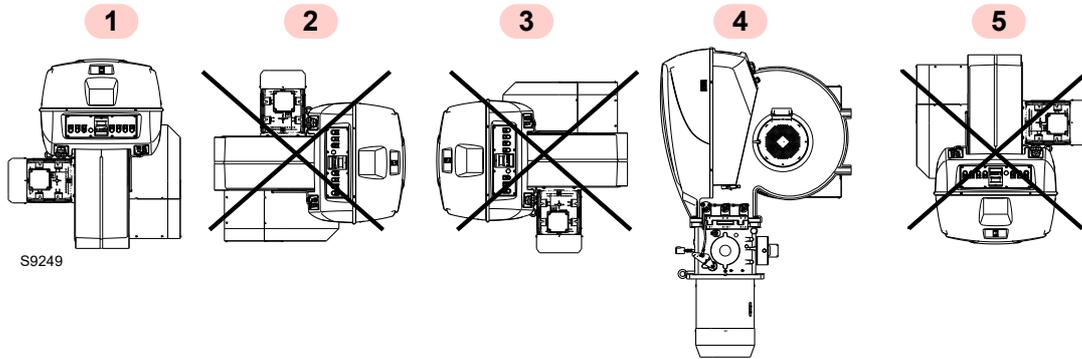

Abb. 11
- Der Brenner darf ausschließlich in den Stellungen 1 und 4 (Abb. 11) in Betrieb sein.